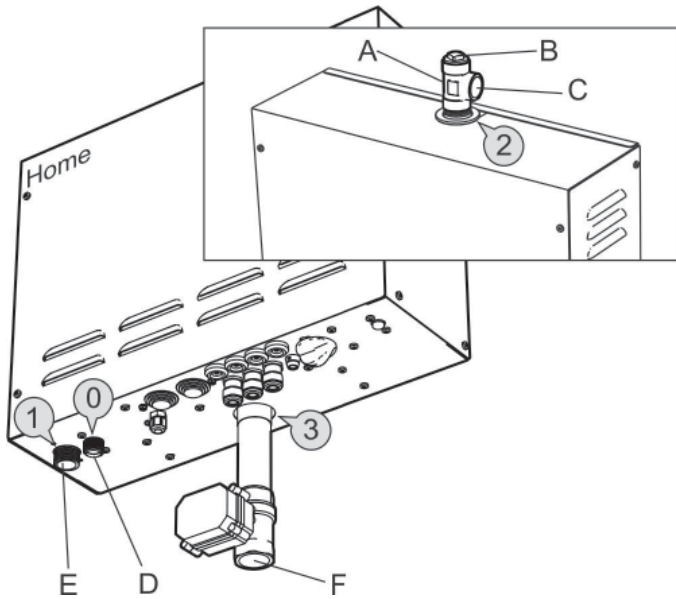

Fig. 6 Générateur de vapeur de type Home
Raccordez l'eau froide au raccord 1 (Fig. 6,7) du générateur de vapeur. La pression de l'eau en entrée doit se situer entre 0, 2 bar min. et 10 bar max (20kPa min. et 1000kPa max).
Monter le raccord, l'écrou de blocage vers le haut, sur la sortie de vapeur 2 (Fig. 6,7) du générateur de vapeur. Raccorder le tuyau de cuivre d'un diamètre interne d'au moins 18mm, à la sortie de vapeur du raccord (C). Le tuyau de vapeur doit présenter une pente soit vers le hammam, soit vers le générateur de vapeur. Le tuyau de vapeur peut également être installé avec une pente à la fois vers le hammam et vers le générateur de vapeur.
Raccordez le tuyau d'évacuation, qui doit être un tuyau en cuivre de bonne qualité, avec un diamètre interne minimal de Ø 25 mm, au raccord 3 (Fig. 6,7) sur le générateur de vapeur. Le tuyau d'évacuation doit aboutir sur la bouche d'évacuation la plus proche à l'extérieur du hammam. La température de l'eau évacuée se situe entre 80 et 85 °C environ.
Un tuyau de décharge raccordé au dispositif limiteur de pression D (0) (Fig. 6 et 7) doit être installé dans un environnement maintenu hors-gel et en pente continue vers le bas.